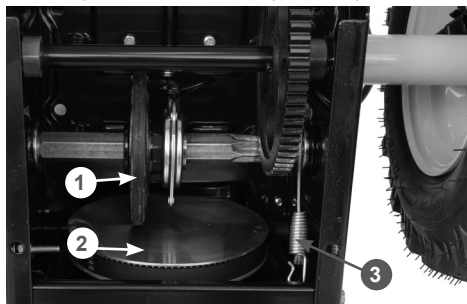

Рис. 11 Регулировка троса включения хода
- нажмите рычаг включения хода. При полностью нажатом рычаге включения хода пружина 3 должна быть растянута на 0,5 - 1 см (Рис. 11).
- отпустите рычаг включения хода. Между резиновым фрикционным колесом 1 и ведущим диском 2 должен быть зазор не менее 1 мм (Рис. 11); При необходимости, отрегулируйте трос с помощью гаек 1 (Рис. 10). После регулировки затяните гайки;